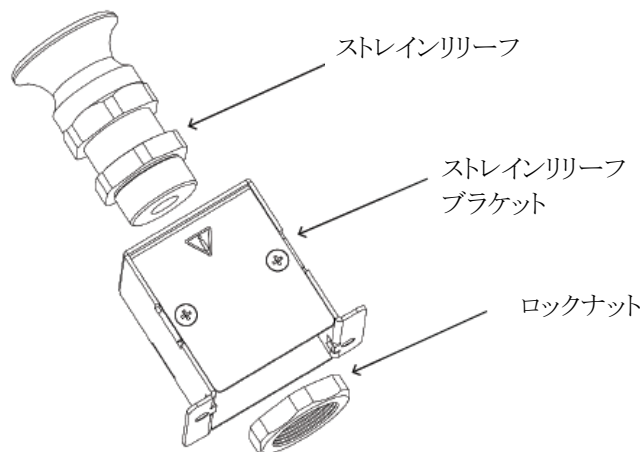

図4-9 ストレインリリーフブラケットへのストレインリリーフ及びロックナット取り付け方法 (G1.7kW~G5kW)
2. 図4-9に示すようにストレインリリーフをストレインリリーフブラケットに挿入してください。その後ロックナットをストレインリリーフブラケットの内部で締めてください。このときの締め付けトルクは手動で調節ください。